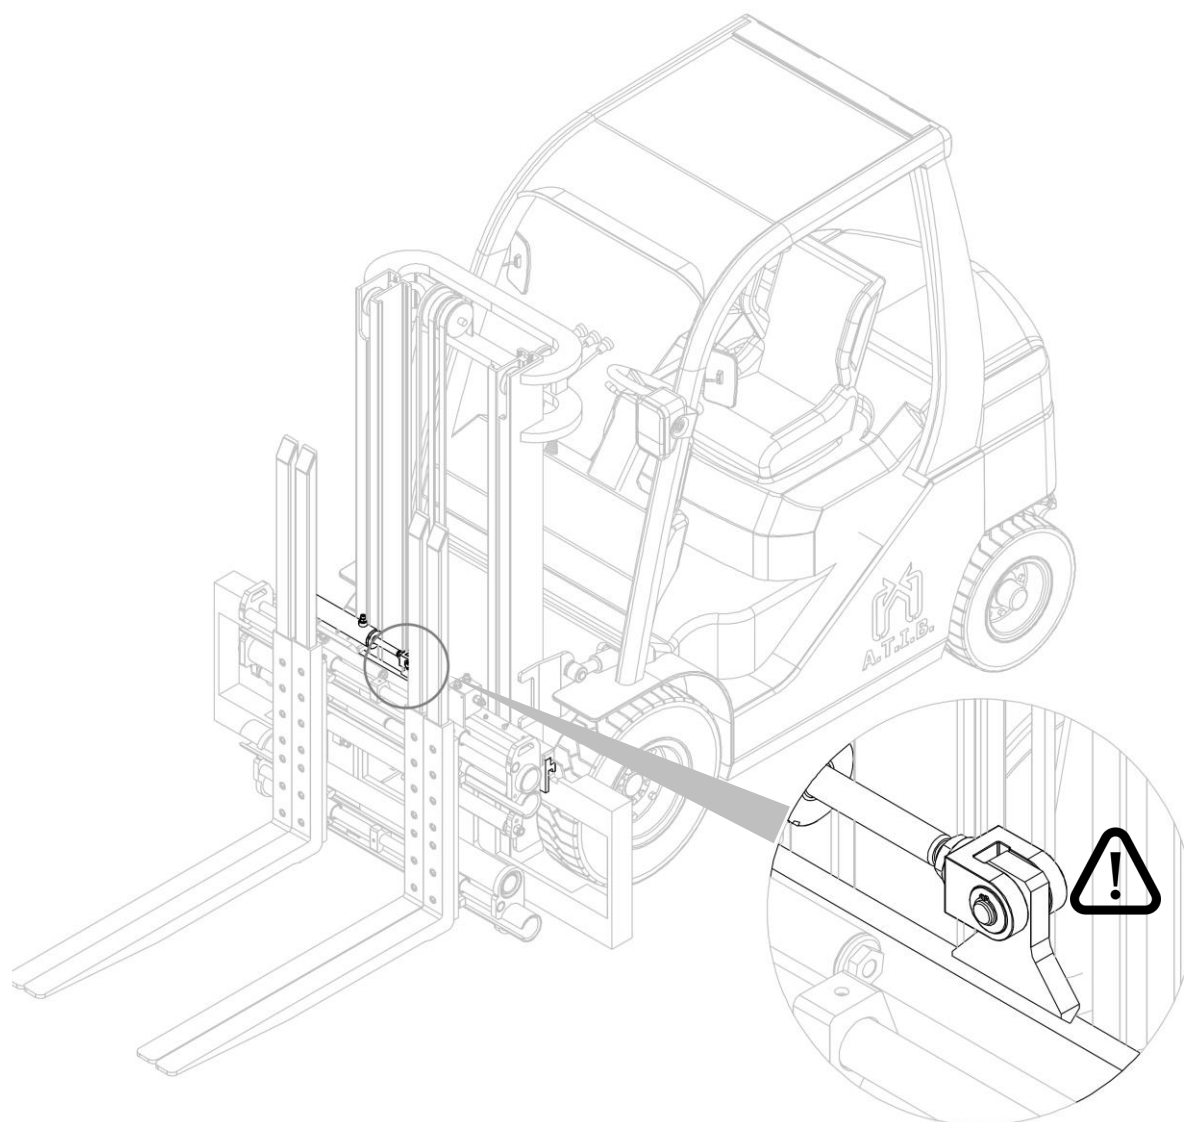

Figura 6
10. Riposizionare il cilindro traslatore, attraverso gli appositi perni e anelli elastici precedentemente rimossi (vedi *Figura 6*).